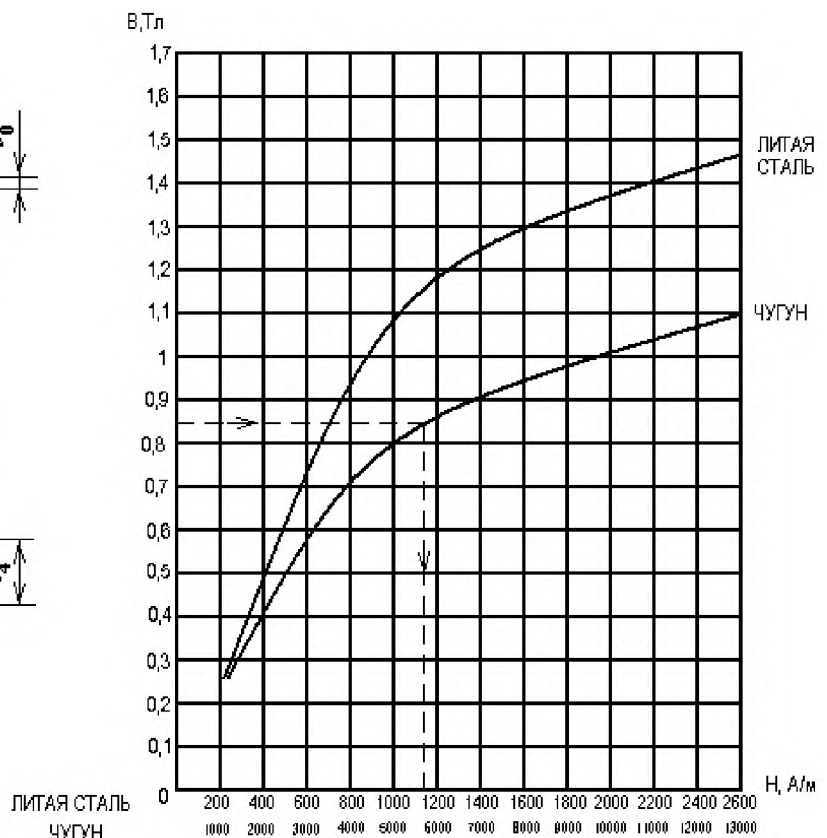

Рис.2
При расчетах магнитных цепей определение напряженности магнитного поля по заданному значению магнитной индукции рекомендуется вести по кривым намагничивания, приведенным на рис.2. При пользовании кривыми будьте внимательны, поскольку для определения H предложены две различных шкалы в зависимости от вида ферромагнитного материала. На рис.2. пунктиром показано определение H по заданному значению B для чугуна: при $B=0,85$ Тл величина
3. По кривым намагничивания (см. рис.2.), зная B , находим для литой стали